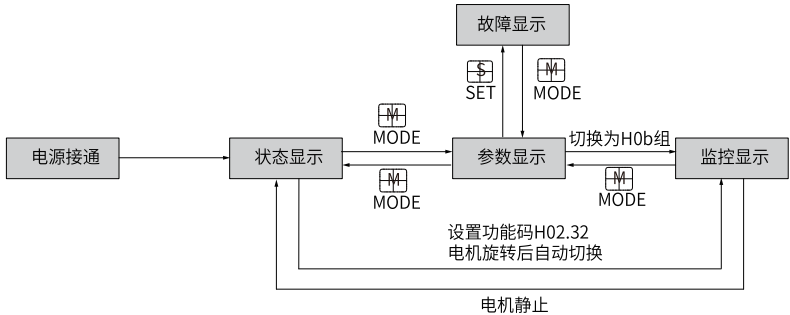

图5-2 面板各类型显示切换方法示意图
- 按“MODE”键可在不同显示模式之间切换，切换条件如第48页“图5-2”所示。